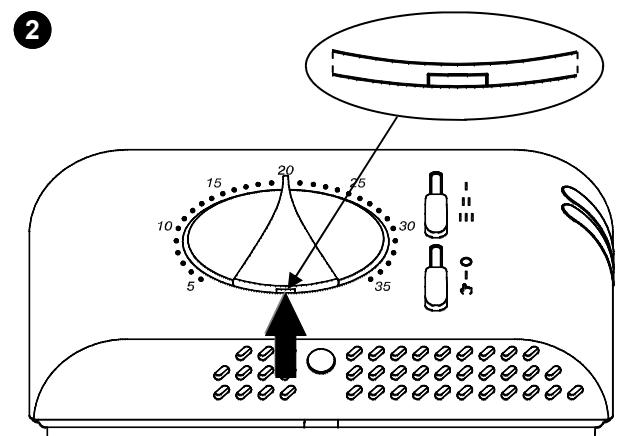

Fig. 3 - Abb. 3
- ❷ Déplacer les deux glissières complètement vers le bas et placer le bouton rotatif sur 20°C ; soulever ensuite le bouton rotatif en faisant levier à l'aide d'un tournevis dans la fente prévue à cet effet et signalée par une flèche sur la Fig. 3, en faisant attention à ne pas griffer la calotte.
- ❷ Spostare entrambi gli slider completamente in basso e posizionare la manopola su 20°C; quindi sollevare la manopola facendo leva con un cacciavite nell'apposito invito, indicato dalla freccia in Fig. 3, facendo attenzione a non rigare la calotta.